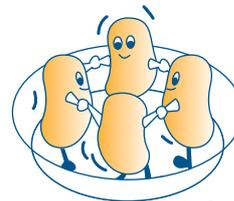

fig. 10
- 5) Se si cuociono parecchie porzioni dello stesso cibo, ad esempio patate lesse, **disporle ad anello** in una pirofila per avere una cottura uniforme (fig. 10).